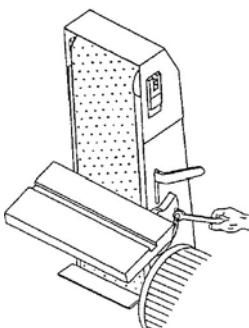

Abb. 12: Schleifarm aufstellen
Schritt 8: Den Schleifarm vertikal aufstellen (Abb. 12) und den Arbeitstisch mit einer M8x 30 Sechskantschraube und einer M8 x 18 Beilagscheibe befestigen (Abb. 13).